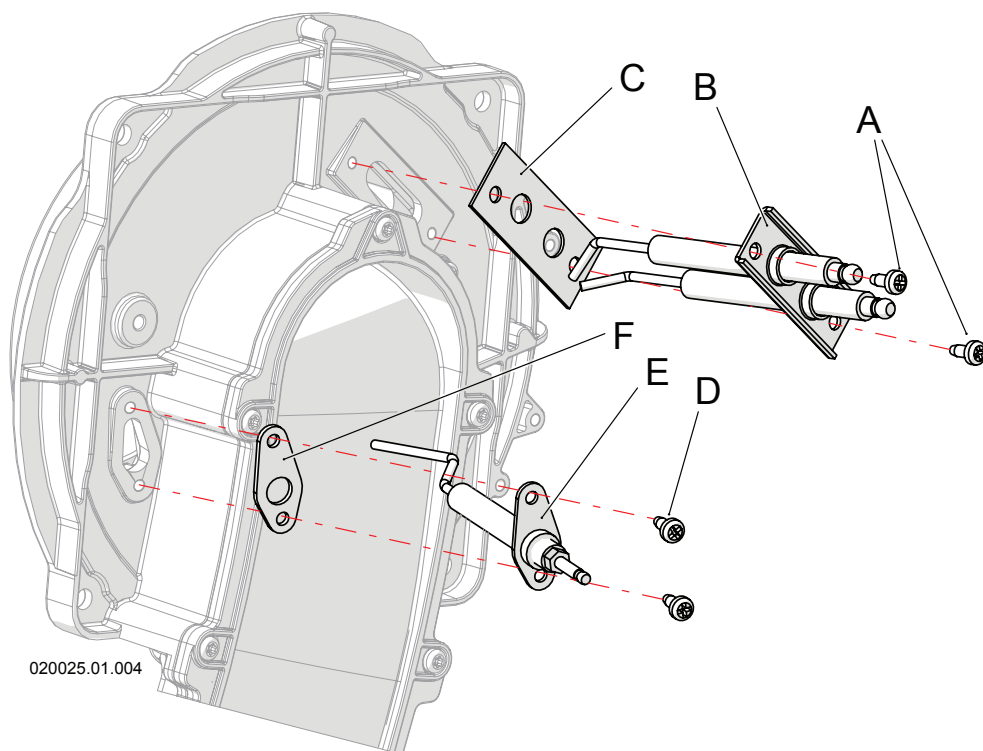

Figure 8-4 - Démontage des électrodes
- 5.- Démontez les électrodes à remplacer « B » ou « E » au moyen des vis « A » ou « D » de la Figure 8-4 en faisant attention de retirer les garnitures « C » et « F »;